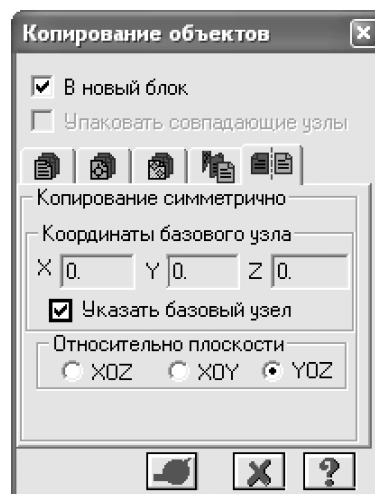

Рис.5.5. Диалоговое окно **Копирование объектов**
- Вызовите диалоговое окно **Копирование объектов** (рис.5.5) из меню **Схема** ⇒ **Корректировка** ⇒ **Копировать выбранные объекты** (кнопка  на панели инструментов).